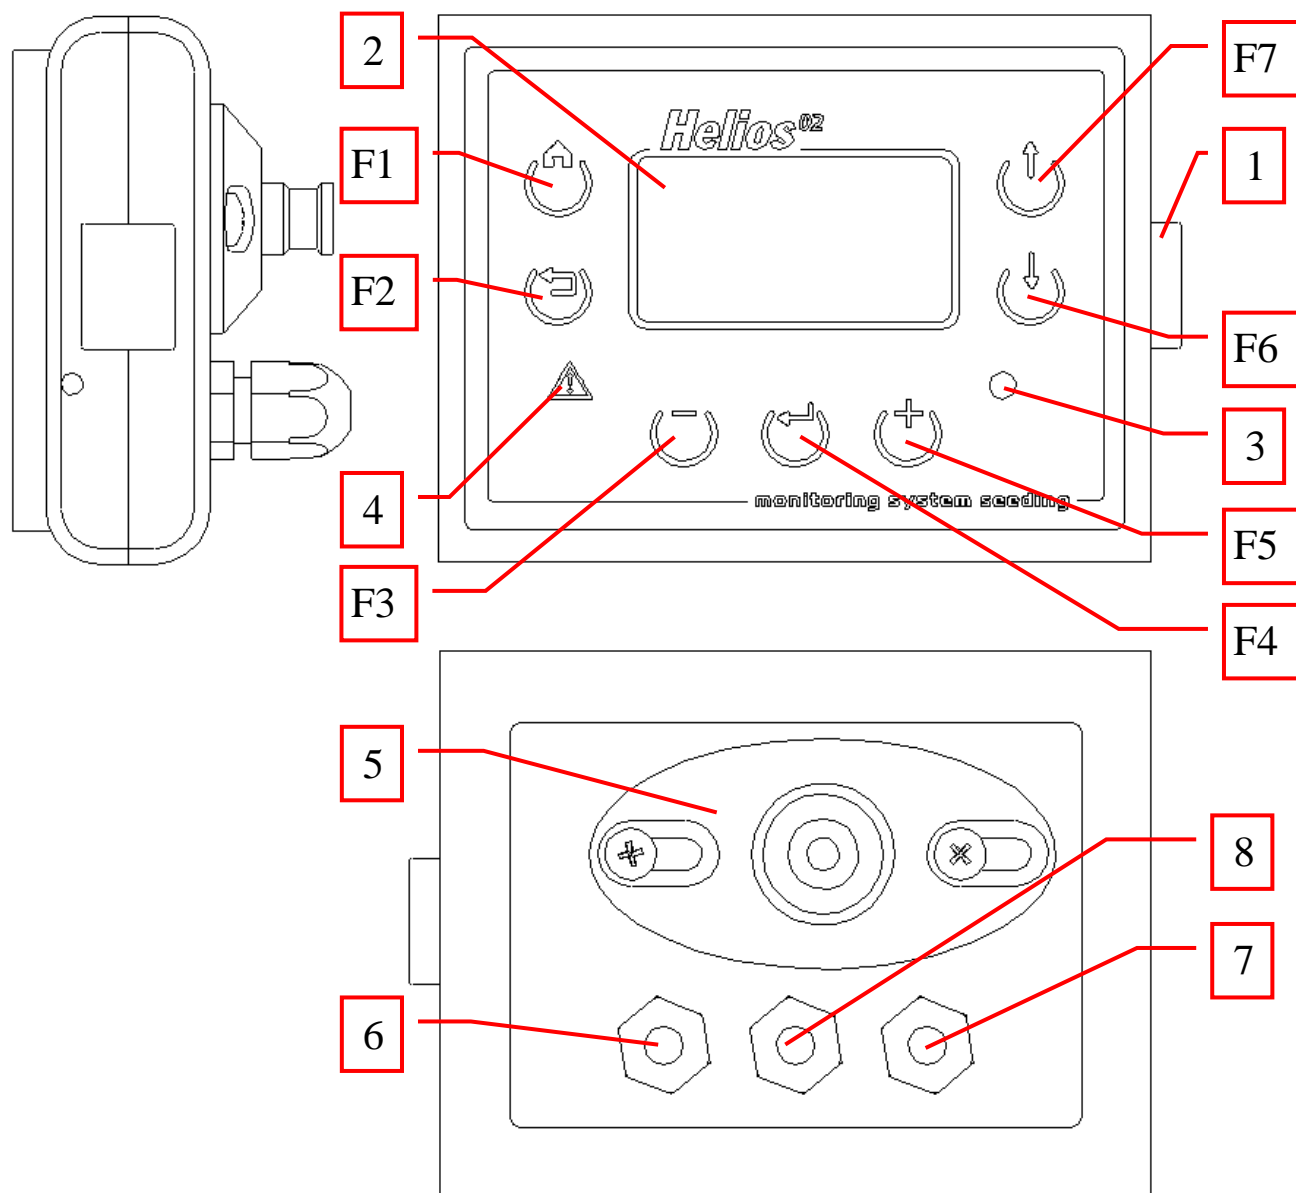

Рисунок 1
- 2.1. Внешний вид и органы управления панели оператора изображены на «Рисунок 1».
В таблице 1 описаны кнопки панели оператора, их графическое обозначение, функциональность и краткое описание. Расположение кнопок изображено на «Рисунок 1».